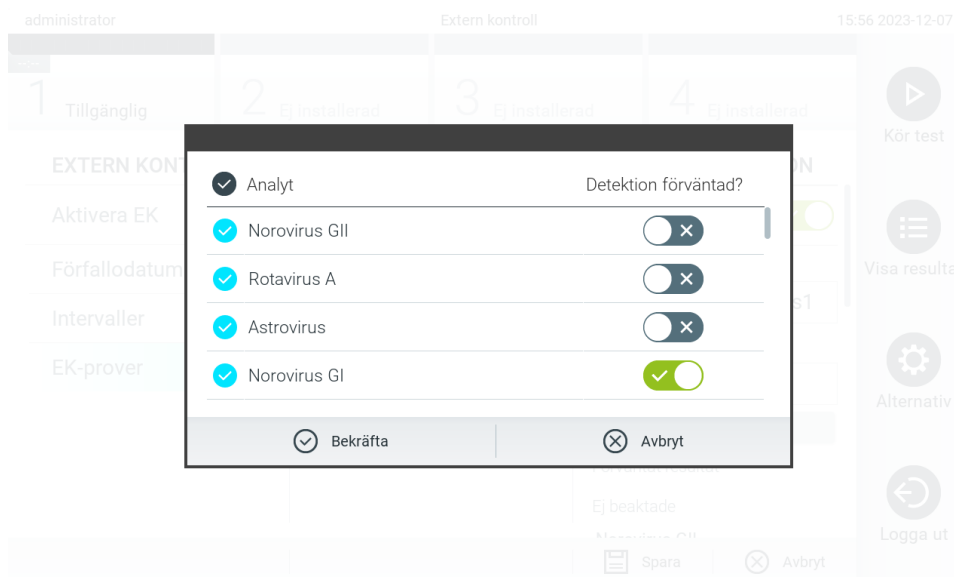

Bild 80. Konfigurationsskärm för Extern kontroll EK-prov.
6. Välj **Configure** (Konfigurera) för att redigera analyterna i ett External Control (Extern kontroll)-test (bild 79). I konfigurationen av External Control EC Sample (Extern kontroll EC-prov) går det att bestämma om en analyt övervägs för External Control EC (Extern kontroll EC)-körningen och om en detektion förväntas (bild 80).
Det är möjligt att endast välja resultat som redan har laddats upp till HIS/LIS och utgångna resultat för arkivfilsskapande. Det går också att endast välja resultat som redan har laddats upp till appen QIAstat-Dx fjärrresultat för arkivfilsskapande. Tryck på **HIS/LIS Uploaded** (Uppladdade till HIS/LIS) för att aktivera detta alternativ. Därefter trycker du på **Create Archive** (Skapa arkiv) (bild 80).